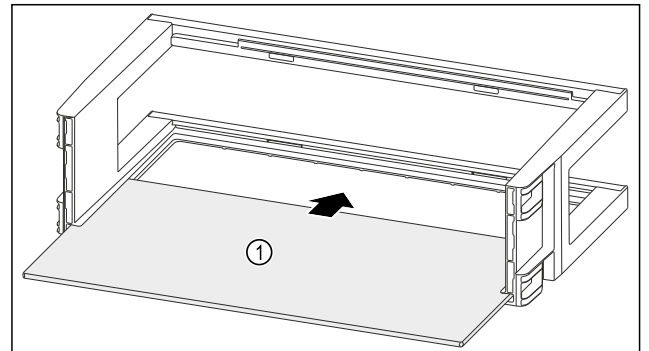

Fig. 116
- Raf alanını Fig. 116 (1) yandaki girintinin içine itin.